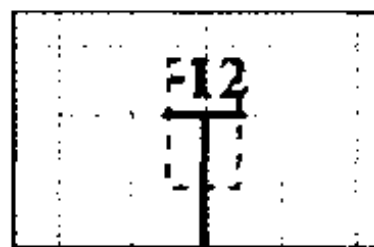

图 2-46 修改符号名称
(6) 在工具栏中单击  按钮,选择电源符号,移动鼠标到图纸中的适当位置单击,将符号放置在图纸中。
(7) 在图纸中单击第(6)步放置的电源符号,在符号周围显示虚线框,表示符号被选中;再次单击符号(注意:是两次单击而不是双击),显示出一个方框,将其中的+12改为-12,确认后则图纸中符号的名称被修改,得到如图2-46所示的效果。